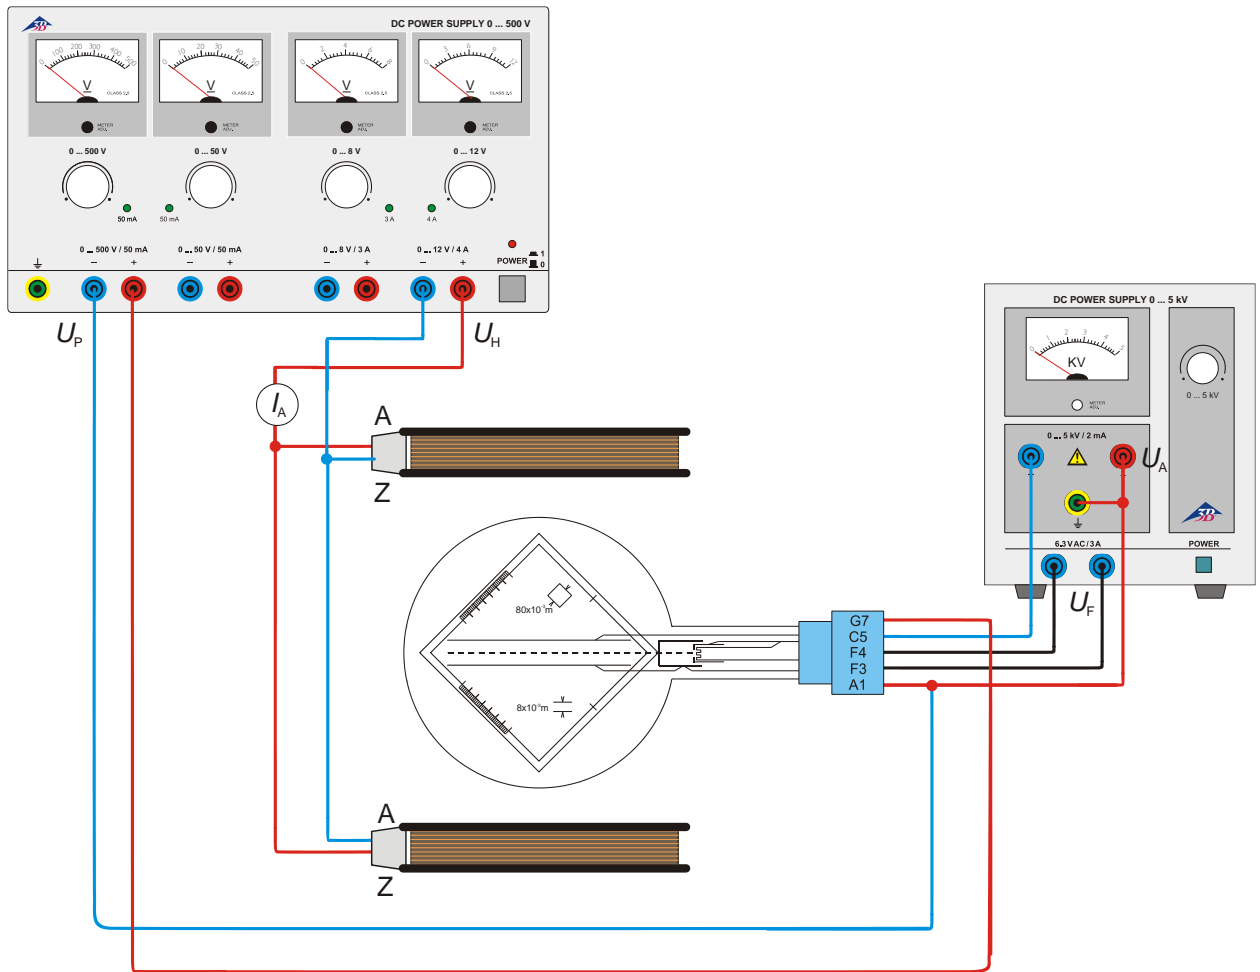

Fig. 4 Determinación de  $e/m$  Por medio de compensación de campos
- Proceder al montaje del experimento de acuerdo al esquema de la Fig. 4.